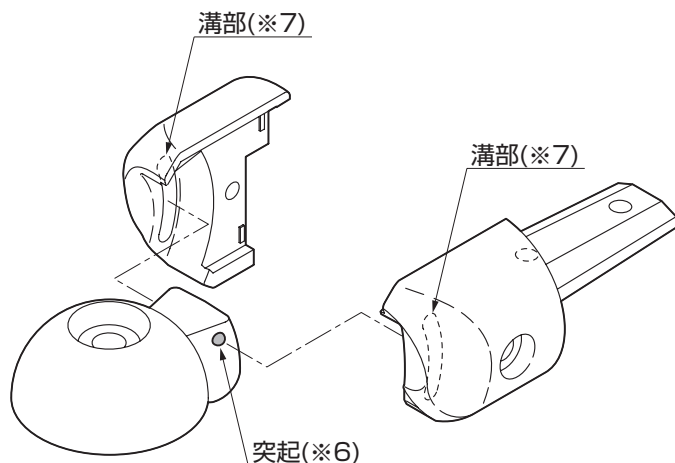
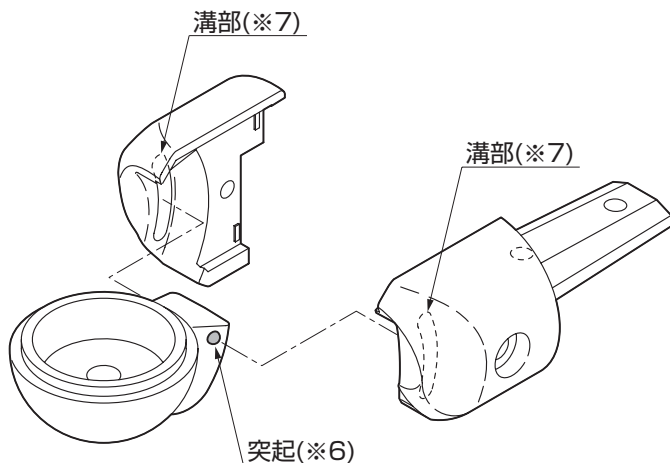

図9-3
図9-4
- 仮組みしてある三次元コーナーブラケット上、三次元コーナーブラケット下の仮組みを外して施工する場合は、突起(※6)が溝部(※7)にはまる位置で取付けてください。(図9-3、図9-4参照)